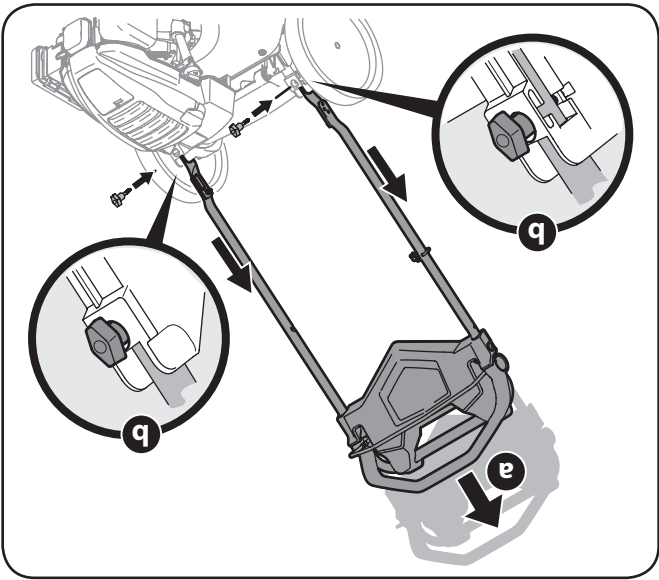
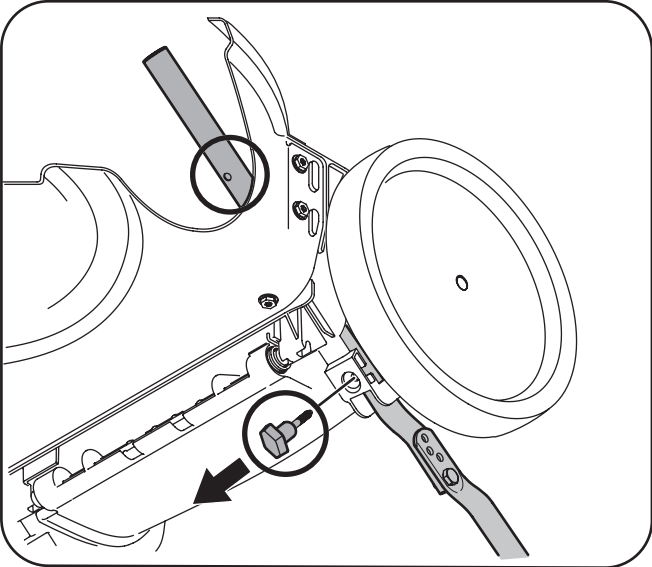

Figure 3-4
Figure 3-3
- b. Insérez les boulons à tête en T, enlevés au paragraphe 1b, dans les supports du guidon et dans le guidon inférieur et serrez à fond pour maintenir le guidon en place. Voir la Figure 3-4.
- a. Relevez le guidon 8 po jusqu'à ce que les trous du guidon inférieur (voir l'écclé de la Figure 3-3) s'alignent avec les trous des supports du guidon. Voir la Figure 3-4.
2. Retirez les boulons à tête en T des supports du guidon, comme la Figure 3-3.